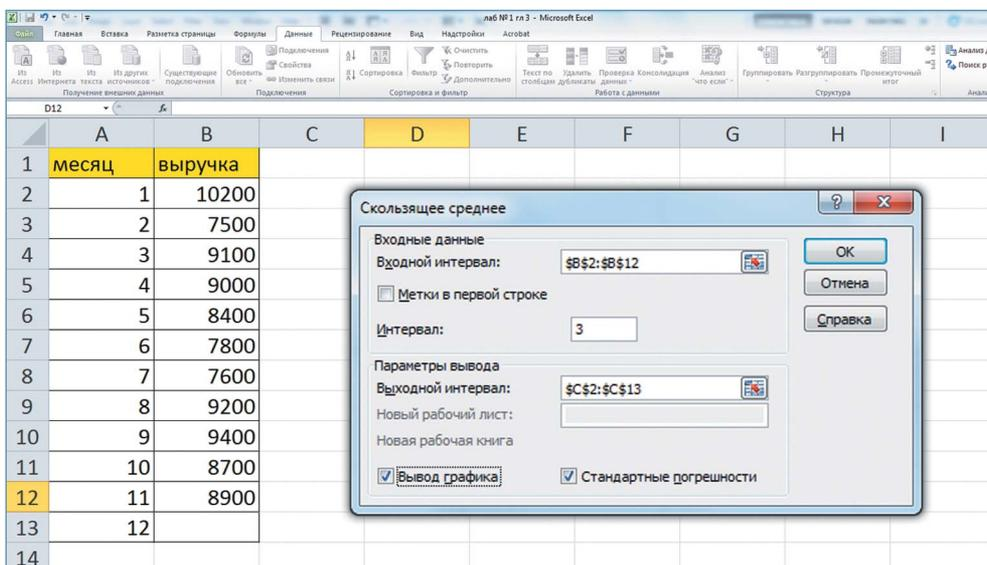

Рис. 14
3. Запускается окно ввода данных для прогнозирования методом скользящего среднего (рис. 14).